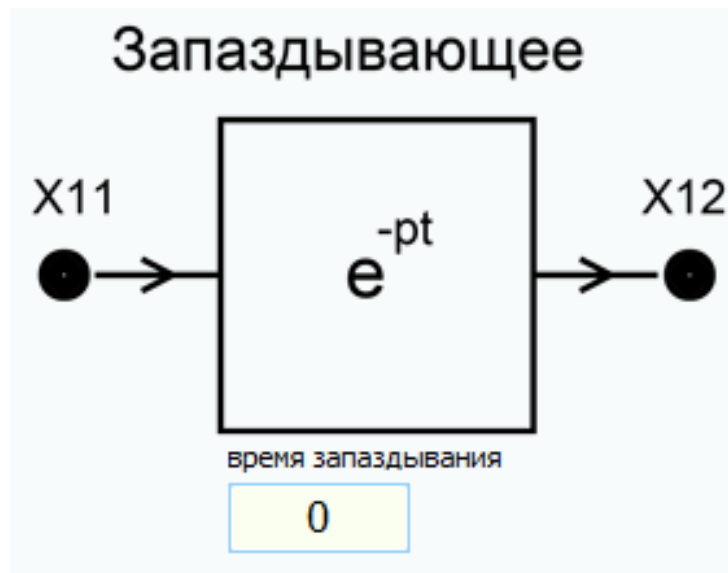

Рисунок 11. Параметр запаздывающего звена
16. В меню программы ELAB на модуле «Типовые звенья» меняем время запаздывания (в больших пределах, например, 200-400) «Запаздывающего звена» (рис. 11). Нажимаем виртуальную клавишу «Установить». Наблюдаем на экране осциллографа изменение выходного сигнала.